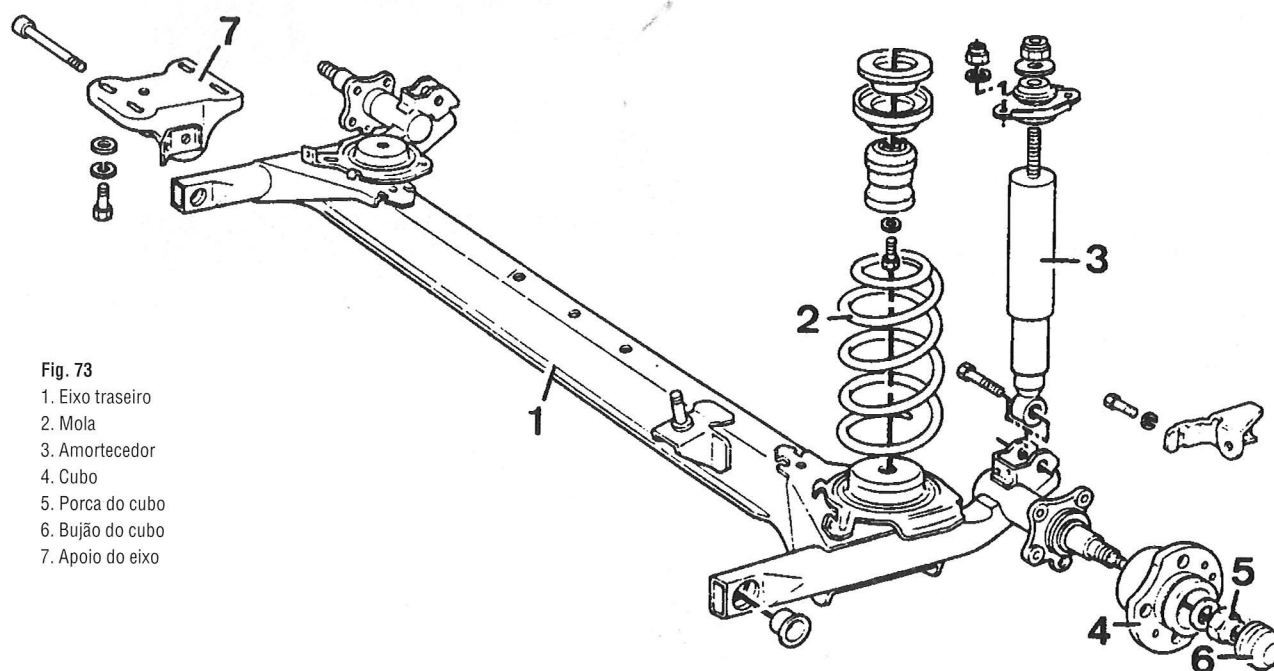

Fig. 73
7.2.1. CONJUNTO DA SUSPENSÃO (Fig. 73)